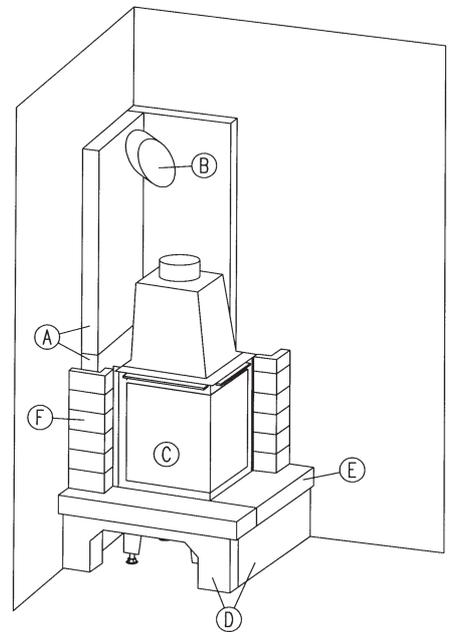

Abb. 5
7.1 Nun werden die Seitenteile zunächst an den dafür vorgesehenen Stellen trocken aufgesetzt. Achten sie darauf, dass zwischen den Seitenteilen und dem Rahmen des Wärmeerzeugers eine Fuge (ca. 2 mm) verbleibt, so dass sich der Wärmeerzeuger ausdehnen kann ohne die Seitenteile zu beschädigen. Unter Umständen ist es erforderlich, den Heizeinsatz noch etwas zu verrücken. (**Abb. 5**)